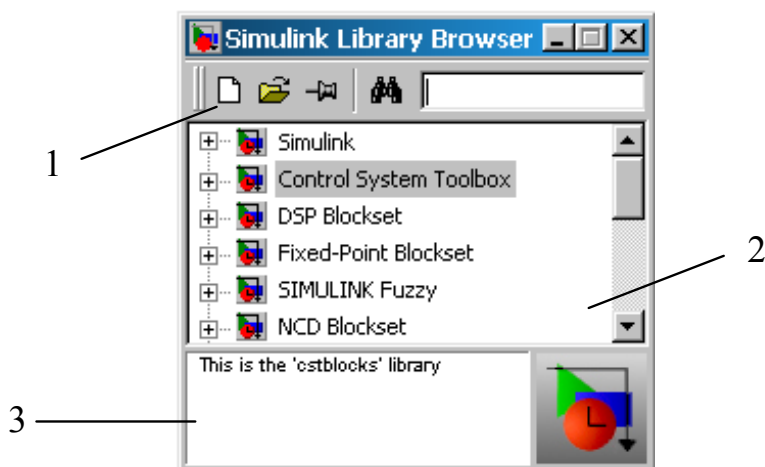

Рис.2.3. Окно просмотра библиотек ИП Simulink (Simulink Library Browser)
После запуска ИП Simulink на дисплее компьютера появляется окно просмотра библиотек – Simulink Library Browser (рис.2.3), состоящее из трёх частей: меню пользователя (1), области разделов библиотеки ИП Simulink (2) и области комментария (3).
Разделы библиотеки содержат подразделы, а те, в свою очередь, - блоки – основную структурную единицу моделей. При выборе какого-либо из блоков в области комментария (рис.2.3, поз.3) появляется краткое описание блока.